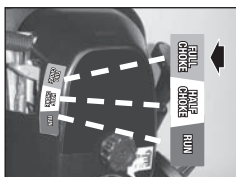

Fig. 9
2. Votre unité est conçue avec 3 positions des gaz: PLEIN GAZ, PARTIEL, et DEMARRAGE. Déplacez le régulateur des gaz vers la position PLEIN GAZ. (Fig. 9)